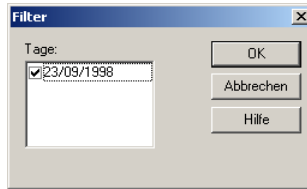

Abbildung 5.2. Dialogfeld "Filter"
2. Wählen Sie im Dialogfeld **Filter**, Abbildung 5.2, das Datum/die Daten der Daten, die Sie anzeigen möchten.